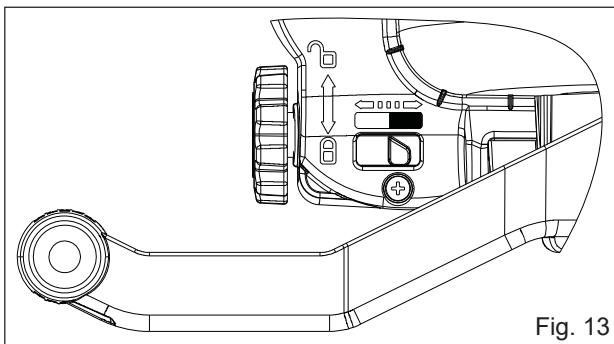

Fig. 13
8. Asegúrese de desconectar el equipo de la fuente de alimentación antes de intentar eliminar cualquier obstrucción. El indicador de la perilla de bloqueo debe haberse introducido primero en el área negra; luego la máquina puede funcionar (Fig. 13).